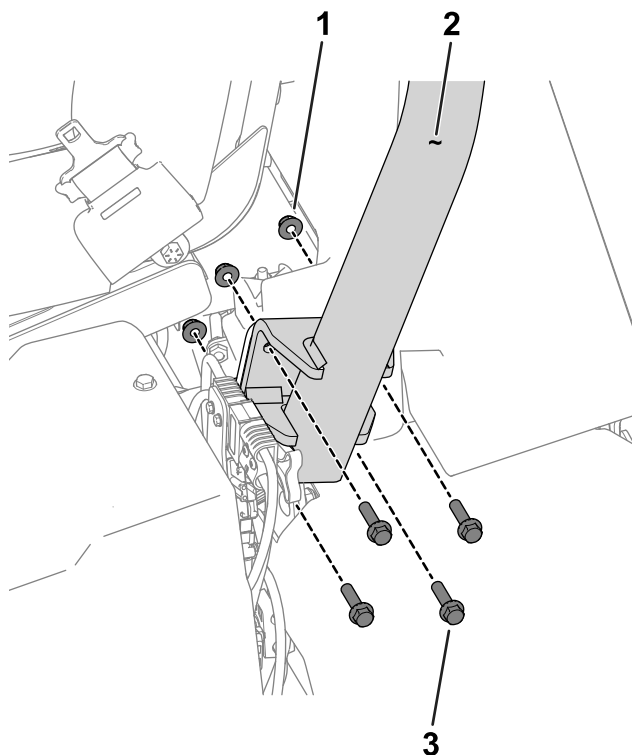

Figura 3
3. Utilizați 8 uruburi cu cap hexagonal ($\frac{3}{8}$ x 1- $\frac{1}{2}$ ") i 8 piulițe ($\frac{3}{8}$ ") pentru a monta bara antiruluiu în suporii- de pe fiecare parte a mainii (Figura 3).